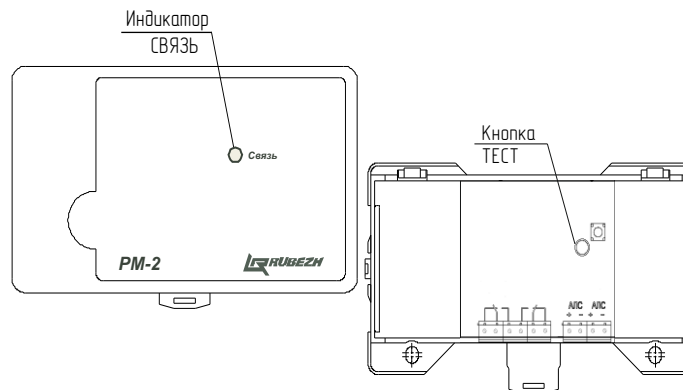

Рисунок 1
5.2 Конструктивно релейный модуль выполнен в виде блока, состоящего из пластмассового корпуса (основание и крышка), внутри которого размещена плата с радиоэлементами (Рисунок 1).
7.5 Для конфигурирования релейного модуля, подключенного к АЛС, начальный адрес которого неизвестен, необходимо зайти в меню прибора, выбрать пункт **Настройка (Конфигурация) => Сервис => Адресация устройства** и нажать кнопку **ТЕСТ** на релейном модуле (Рисунок 1). На экране прибора откроется меню параметров релейного модуля: